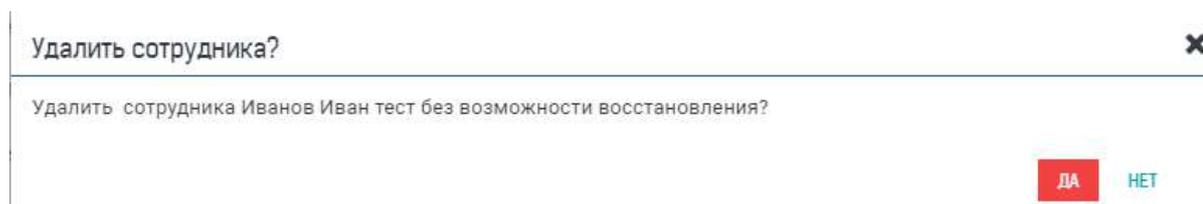

Рисунок 11 — Окно подтверждение удаления сотрудника
- d. Выберите пункт «Удалить». Подтвердите свои действия во всплывающем окне (см.рис.11).